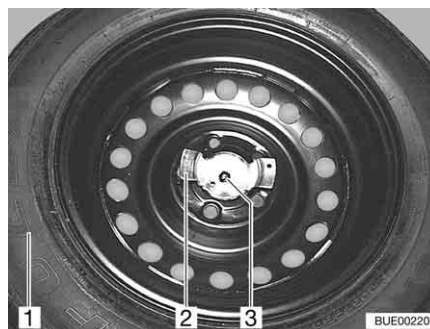

Bild 235 Reservhjulsupphängning
- Skruva loss de två muttrarna (Bild 235,2 och 3).
- Tag ut reservhjulet (Bild 235,1) ur reservhjulshållaren.